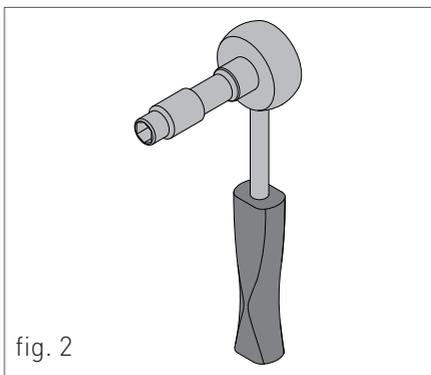

fig. 2
10. SEGNALE FIAMMA PRESENTE / INDICA ANCHE, SU 3 LIVELLI DI PERCENTUALE, IL GRADO DI POTENZA DI MODULAZIONE DELLA CALDAIA (fig.2)